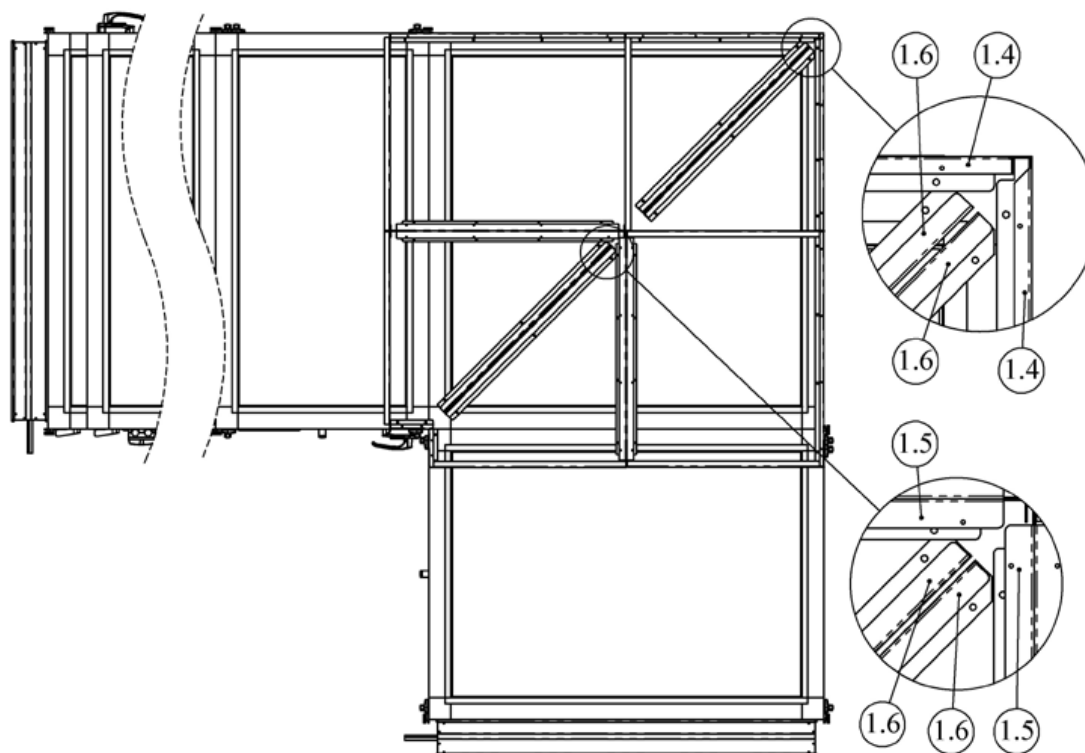

Abbildung 6.2
2. Legen Sie die Diagonalenstützen 1,6 in die Ecken und montieren Sie sie mit Schrauben (5,0), wie in Abbildung 6.2 dargestellt.